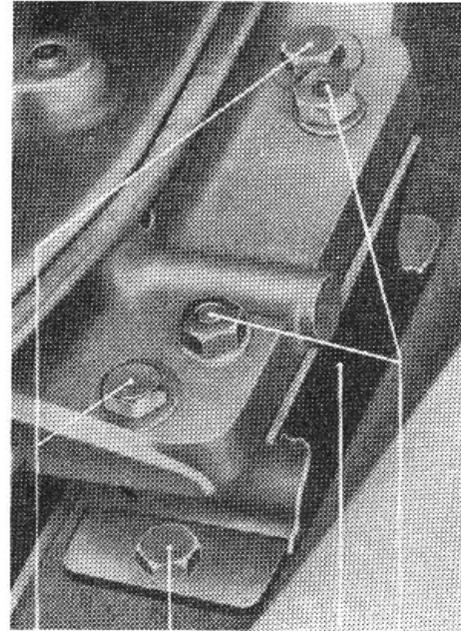

Bild M 24. Vordere Motorbefestigung
21. Motorbefestigung (Bild M 24) vorn und hinten abschrauben.